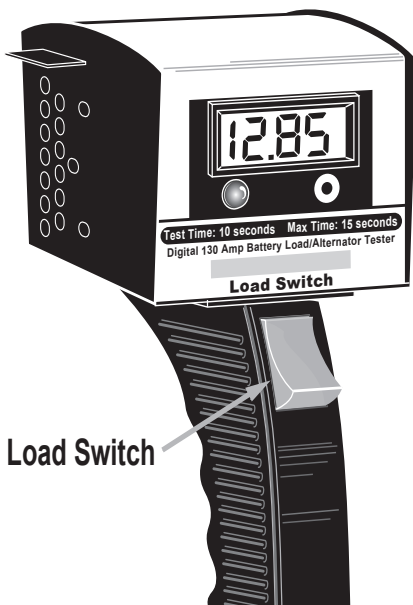

Figura 4 Pantalla e interruptor de carga
3. Presione y sostenga el **LOAD SWITCH (Interrupor de carga)** durante 10 segundos. Consulte la **figura 4**.